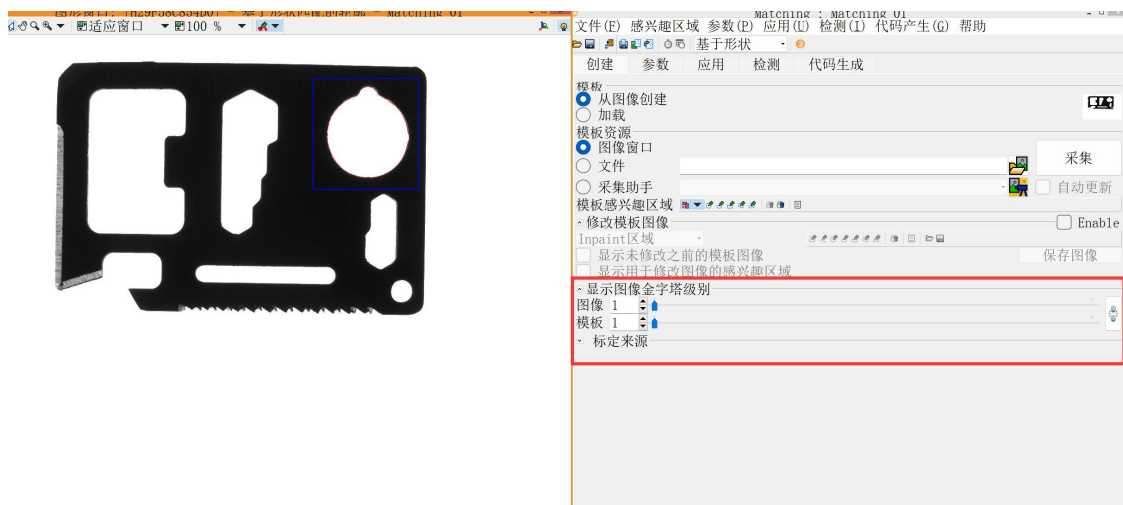

图 2-12 匹配助手“创建”选项卡
③ 接下来设置参数。在“创建”选项卡的“显示图像金字塔级别”中可以看到各种金字塔级别的特征图像，这是设置 NumLevel 参数的依据，如图 2-12。